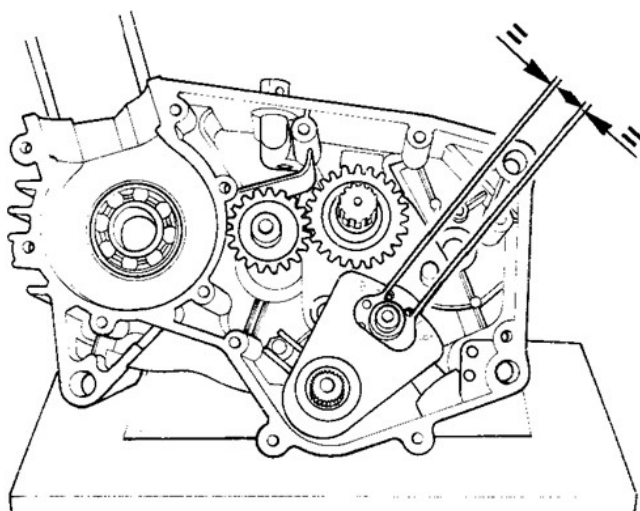
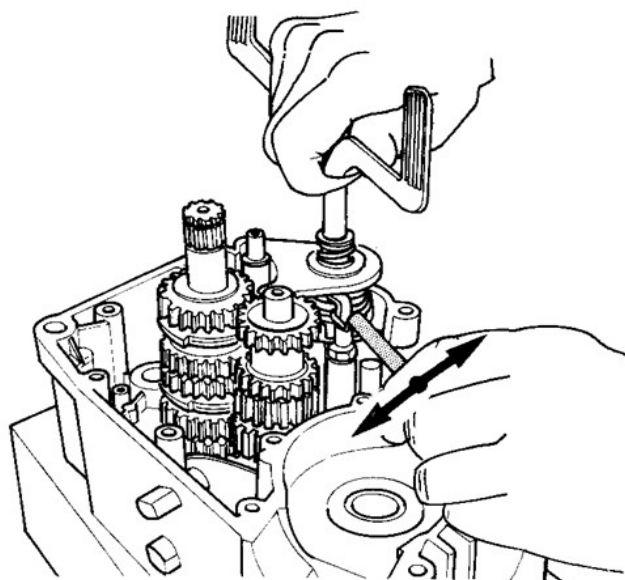

FIG. 40 Posizione di montaggio selettore
FIG. 41 Registrazione selettore
- b) Posizionando l'albero a cammes in 2a velocità, si dovrà verificare l'equidistanza dei rulli della cammes dai beccucci della forchetta (fig. 40). In caso contrario agire sui terminali della molla eseguendo leggere deformazioni fino a condizione ottenuta (fig. 41).